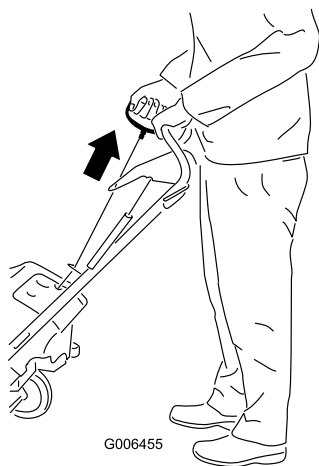

Figure 18
4. Raccordez la rallonge au secteur et à la machine, puis appuyez sur le bouton du démarreur électrique (modèle 38454 uniquement) (Figure 17), ou tirez la poignée du lanceur (Figure 18).